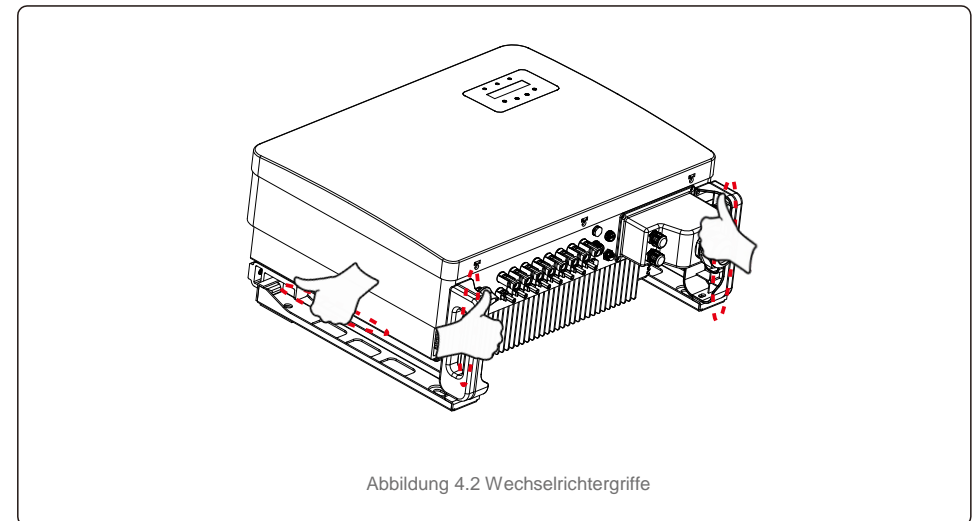

Abbildung 4.2 Wechselrichtergriffe
2. Öffnen Sie den Karton und führen Sie mit zwei Personen beide Seiten des Wechselrichters durch den mit der gestrichelten Linie gekennzeichneten Bereich. (siehe Abbildung 4.2).